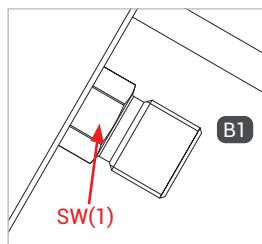

Figure 2
- ▶ Lors du montage du flexible de remplissage, exercez une contre-pression sur le méplat SW (1) (*Figure 2*) à l'aide d'une clé à fourche.
- ▶ Vissez hermétiquement l'entrée fluide « B1 » à l'embout de raccordement du flexible de remplissage (*Figure 2*). Voir le tableau ci-dessous pour les couples de serrage.